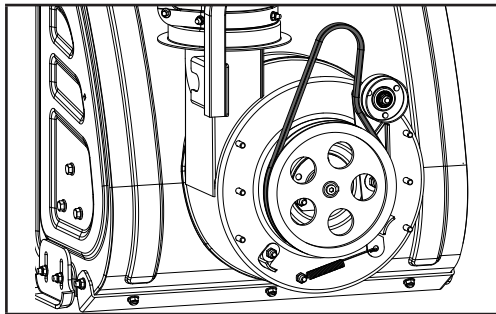

Figure 41
8. Enlevez la courroie d'entraînement de la poulie en la faisant glisser. Enlevez la courroie et remettez-en une en place en suivant les étapes dans l'ordre inverse en vous assurant que la nouvelle courroie est sous la poulie tendeur à ressort (figure 41).